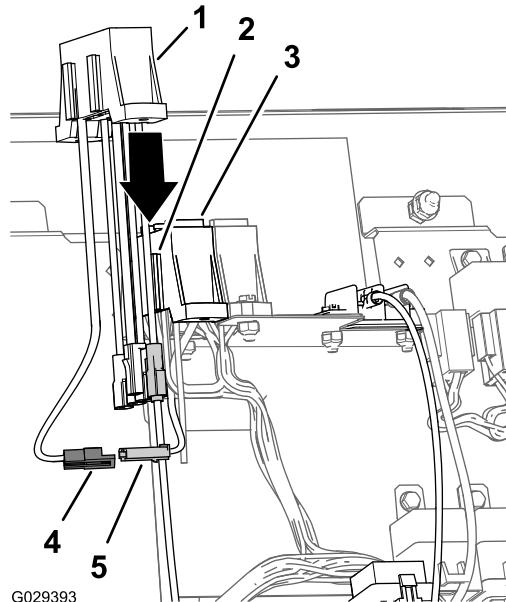

Bild 22
- Stecken Sie den 2-Stiftstecker für die Zuführungskabel des Sicherungsblocks der Maschine in den 2-Buchsen-Stecker für die Zuführungskabel des Hilfssicherungsblocks (Bild 22).
- Fluchten Sie die Schlitze im Hilfssicherungsblock mit den Montageflanschen des Sicherungsblocks der Maschine aus (Bild 22).